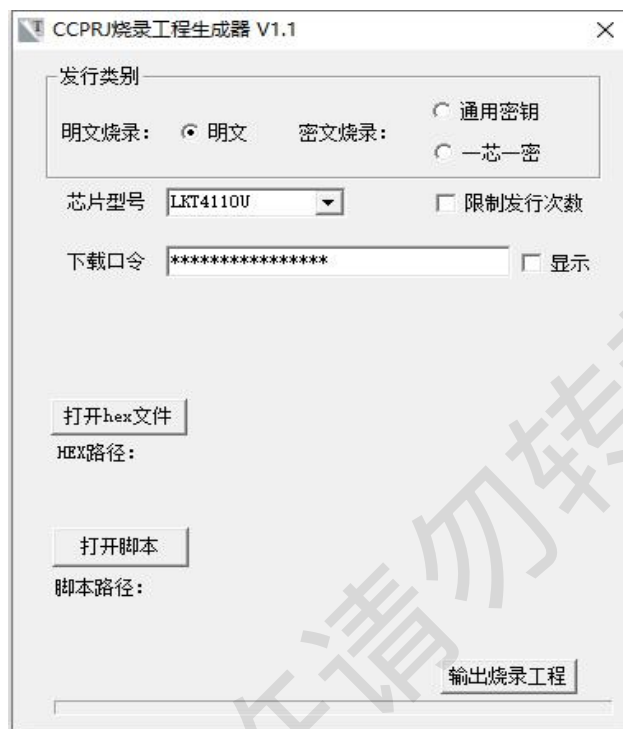

图 4-6
2. 运行 “CCPRJ 烧录工程生成器 V1.1” 软件，如图 4-6 所示。